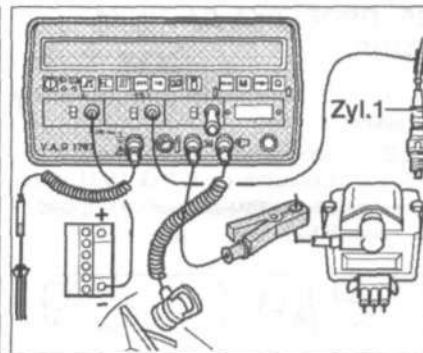

Рис. 5.60. Присоедините тестер V.A.G 1767 или тестер V.A.G 1367 с зажимами V.A.G 1367/8.
1. Присоедините тестер V.A.G 1767 или тестер V.A.G 1367 с зажимами V.A.G 1367/8 (рис. 5.60).